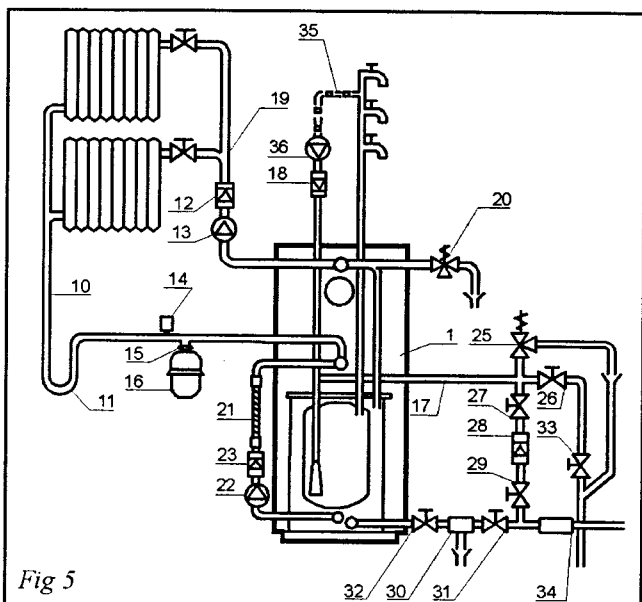

Fig 5
2ème cas : (voir Fig. 5) Installation en circuit fermé par vase sous pression d'azote, situé près de la chaudière avec soupape de sécurité tarée à trois bars et manomètre de contrôle.
Si le raccordement de la tuyauterie de remplissage est réalisé en rigide et lorsque l'installation contient de l'antigel, ou qu'elle est en circuit fermé sous pression, il est impératif de suivre le schéma. L'installation de chauffage central est isolée du circuit « eau de ville » par la vanne (31) et le disconnecteur (30) (voir Fig. 5).